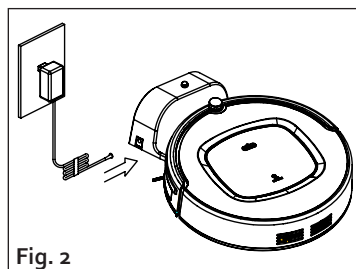

Fig. 2
3. Neem de adapter, steek de stekker in het stopcontact en steek de DC plug in het laadstation (Fig. 2).